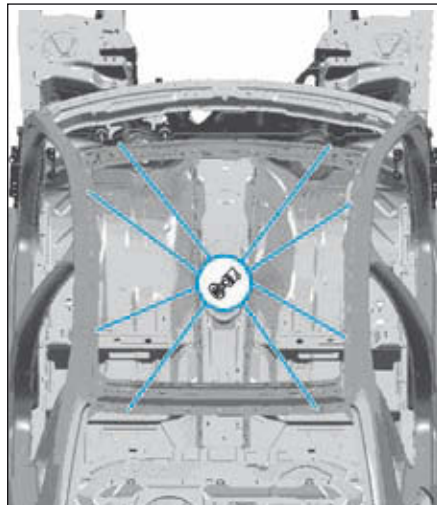

FIG.66
- Retirer les morceaux des tôles restant (Fig.66).